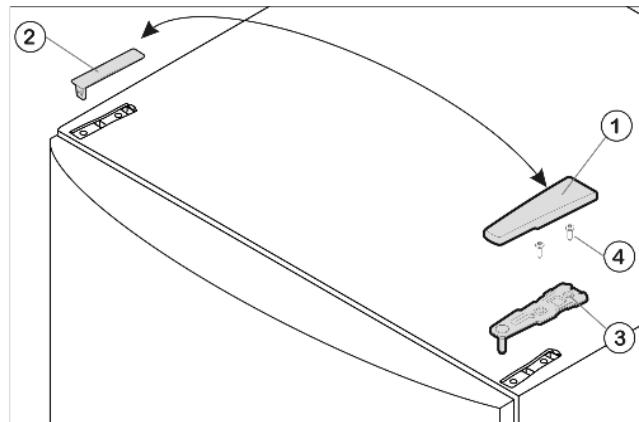

Fig. 4
- Стяните крышку крышки Fig. 4 (1) вперёд и снимите крышку Fig. 4 (2).
- Открутите верхний опорный кронштейн Fig. 4 (3)(2 шт. Torx 25) Fig. 4 (4) и вытяните вверх.
- ▶ Установите верхний опорный кронштейн *Fig. 4* (3) на новой стороне шарнира и защелкните в дверце.
- ▶ Прикрутите верхнюю опорную подставку (2 шт. Torx 25 *Fig. 4* (4)). При необходимости просверлите отверстия или используйте аккумуляторную отвертку.
- ▶ Защелкните крышку *Fig. 4* (1) и крышку *Fig. 4* (2) на противоположной стороне.